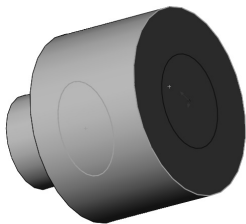

图 2-30 草图在选择面的基准面上出现
- [4] 单击【插入】/【派生草图】，草图在选择面的基准面上出现，如图 2-30 所示。